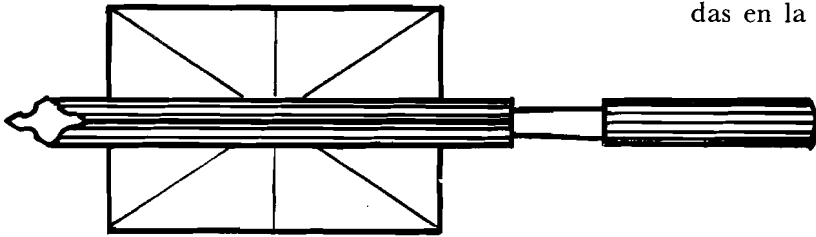

Fig. 3-3
1.3. Control.—Para el control de la superficie basta colocar la regla en las cuatro posiciones indicadas en la fig. 3.3.